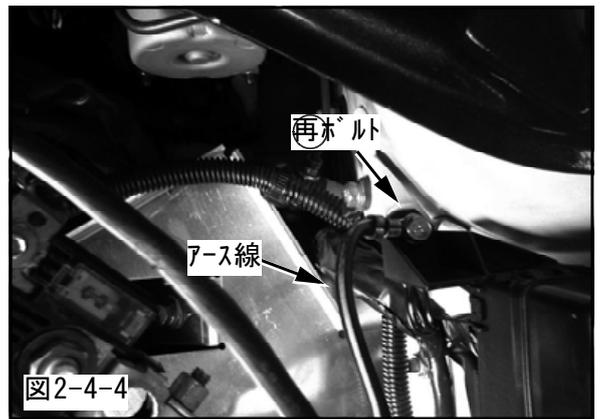

図2-4-4
- (8) アース線を図のように移設してください。(図2-4-4)
- (9) バッテリトレイにバッテリー本体を仮付けてください。